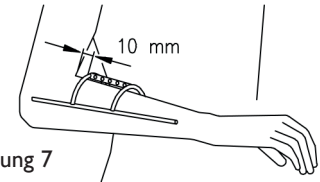

Abbildung 7
1. Passen Sie die Form der Unterarmorthese an die Form des Unterarms an. Halten Sie den Unterarm in einer horizontalen Position und platzieren Sie die Unterarmorthese 10 mm von der Ellbogenfalte entfernt, siehe Abbildung 7. Verwenden Sie für das Anpassen die Ambroise Biegeezangen, siehe Abbildung 11 (Bestellcode 300180). Die Verwendung dieser Hilfsmittel verhindert die Beschädigung des Produkts und funktioniert effektiv.